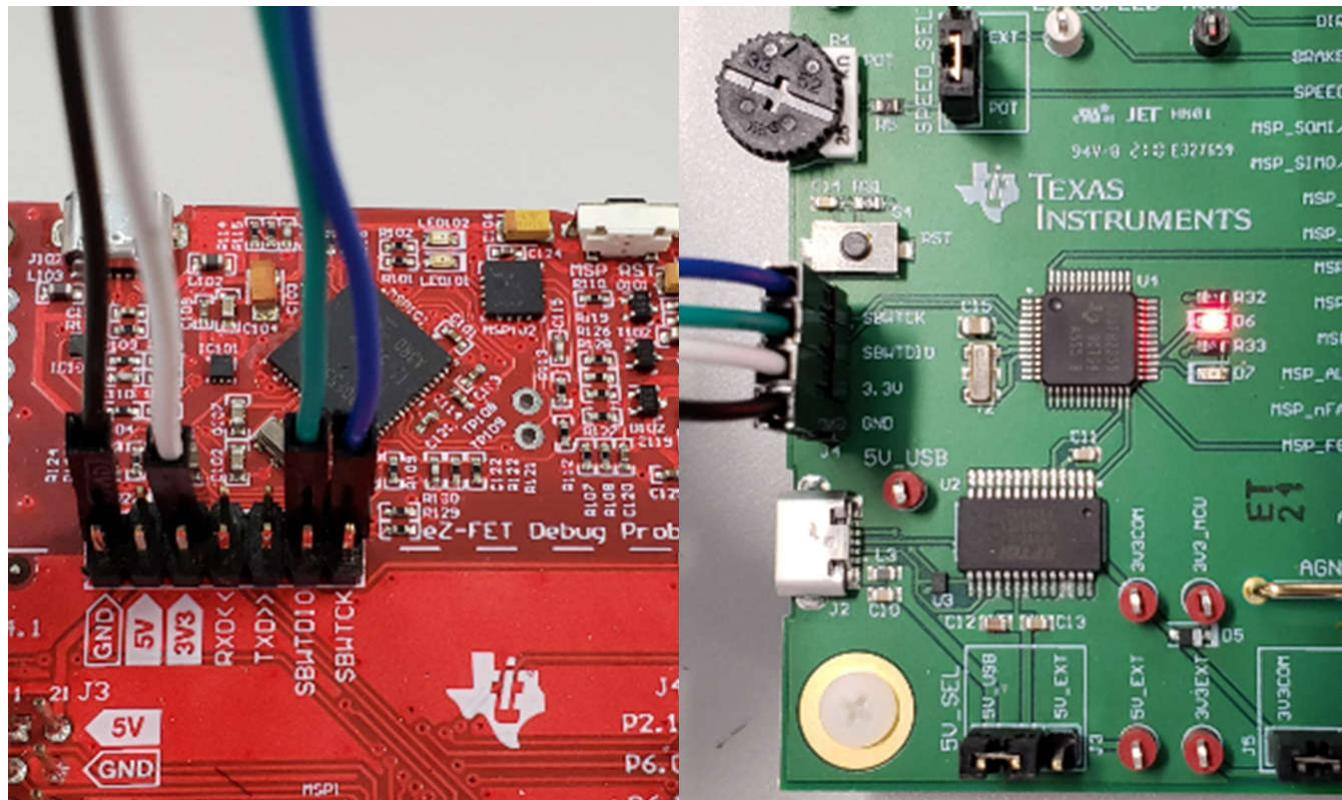

図 3-3. MSP430 LaunchPad™ 開発キット eZ-FET プローブから MSP430FR2355 への接続
2. 表 3-1 および 図 3-3 に示すように、LaunchPad の eZ-FET 側にある GND、3V3、SBWTDIO、SBWTCK 信号の上側ピンを MCF8329HSRRYEV 基板の J5 の対応ピンにそれぞれ接続します。